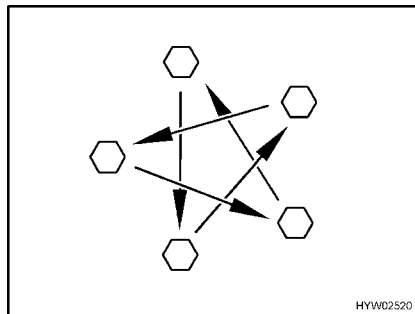

Bild 317 Dra åt hjulmuttrarna eller hjulbultarna korsvis
- Kontrollera regelbundet att hjulmuttrarna eller hjulbultarna är ordentligt åtdragna. Om du har bytt däck ska hjulmuttrarna eller hjulbultarna dras åt efter 5 mils körning (Bild 317). Åtdragningsmoment, se avsnitt 14.5.2.
- Då nya eller nylackerade fälgar används bör hjulmuttrarna eller hjulbultarna dras åt efter ca 100 till 500 mil (Bild 317).
- ▷ Dra åt hjulmuttrarna eller hjulbultarna korsvis (Bild 317).